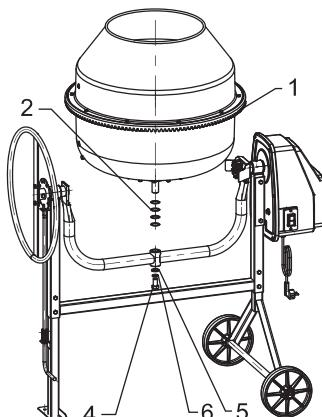

Рис. 12
Показателем для замены зубчатого венца служит износ зубьев зубчатого венца или наличие микротрещин зубчатого венца. При наличии незначительного износа зубчатого венца поз. 1 (рис. 12) зацепление возможно отрегулировать, изъяв регулировочные шайбы поз. 2 и уменьшив образовавшийся зазор в зацеплении. Для этого необходимо:
- Отвернуть гаечным ключом болт поз. 4 (рис. 12), снять плоскую шайбу поз. 5 и пружинную поз. 6.
Установить на ось барабана с замененным венцом набор шайб поз. 2, установить ось барабана в стакан траперсы. Проверить зубчатое зацепление, сделав полный оборот барабана. При больших или меньших показателях необходимо добавить или изъять шайбы поз. 2. При достижении нужного зацепления сбрать болт поз. 4 с шайбами поз. 5 и поз. 6 и завернуть болт в сборе с шайбами в отверстие оси. Проверить затяжку болта и вращение (рис. 12 и 13).